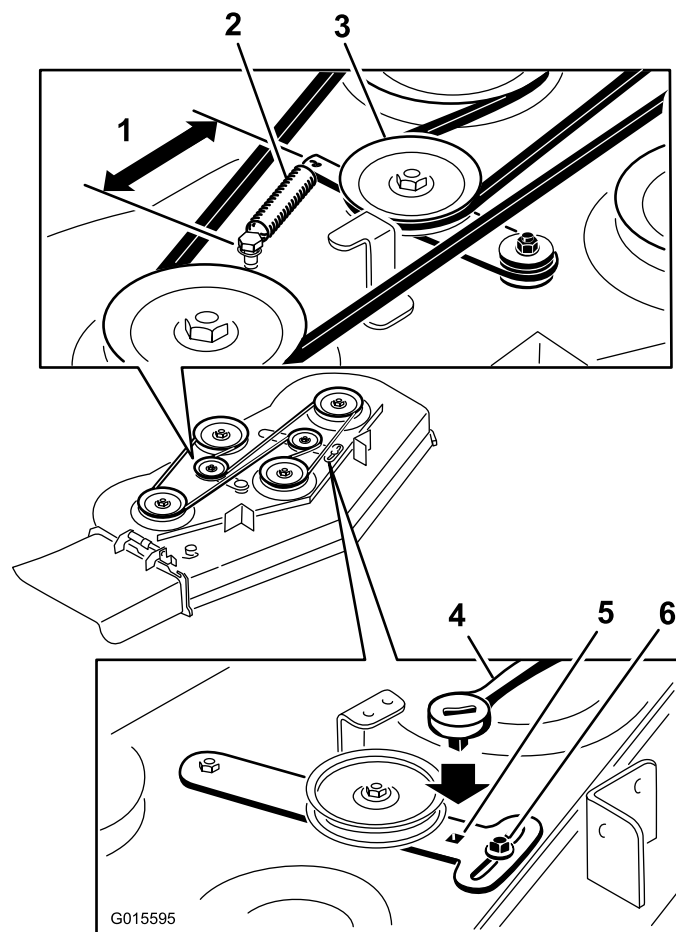

Figura 66
5. Togliete la cinghia del tosaerba usurata (Figura 66).
6. Montate la nuova cinghia del tosaerba attorno alle pulegge del piatto di taglio e alla puleggia della frizione (Figura 66).
7. Usando un cricchetto nel braccio di rinvio, serrate la puleggia tendicinghia fino a tirare la cinghia di 165 mm da gancio a gancio (Figura 66).